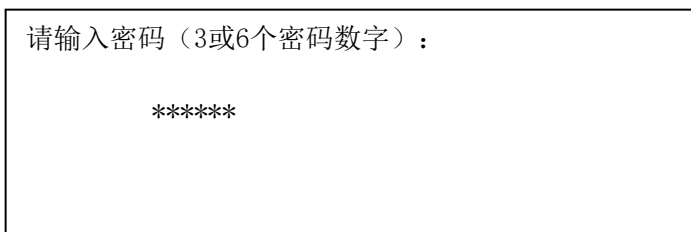

图5-3
- ③ 在“设置”菜单；按“1”键进入用户登录界面（图5-3）。